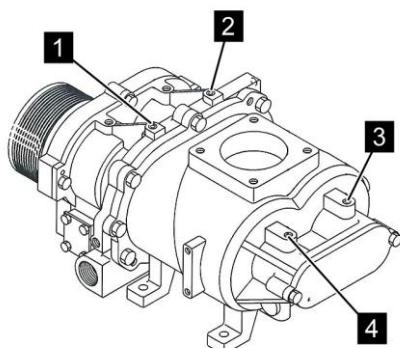

Рис. 72: Точки смазки для типа 15 – 30
3. Тип 15 – 30: смажьте все точки смазки(Рис. 72) при помощи указанного количества консистентной смазки.